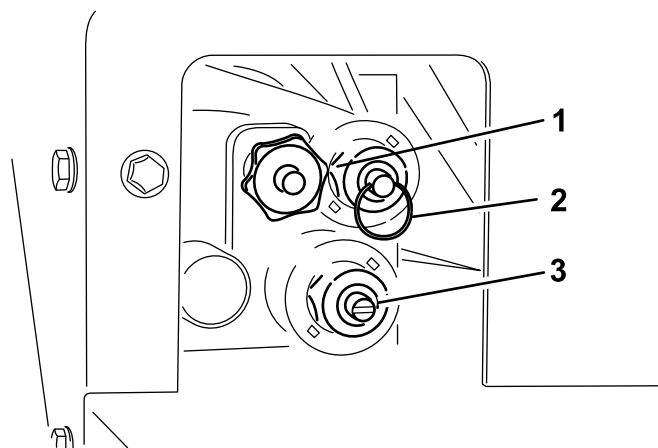

Figura 25
L'accesso di bypass si trova sul lato guidatore del circuito idraulico (Figura 25).
- Per regolare la velocità del piano (Figura 25), girate la manopola in senso orario. Nel Sistema di funzionamento con codici colore viene usata la velocità del piano massima così che questa regolazione possa essere eseguita in assenza di flusso idraulico. Questo è particolarmente importante quando la tramoggia è piena di sabbia.
- Per sollevare la tramoggia (Figura 25), inserite l'anello sullo stelo della valvola.
- Per abbassare la tramoggia (Figura 25), estraete l'anello sullo stelo della valvola.
- Per regolare la velocità dello spargitore (Figura 25), con un cacciavite a testa piatta girate il dispositivo in senso orario per aumentarla e in senso antiorario per diminuirla.